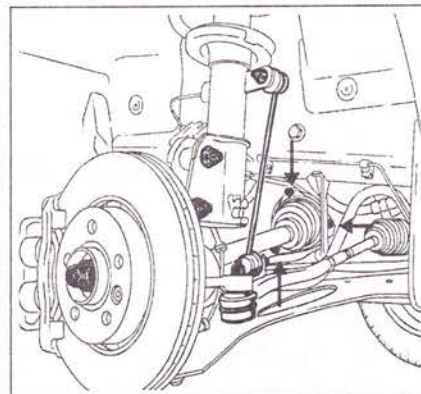

Рис. 5.88. Открутите три болта крепления держателя пыльника внутреннего шарнира полуоси к коробке передач.
8. Открутите три болта крепления держателя пыльника внутреннего шарнира полуоси к коробке передач (рис. 5.88).